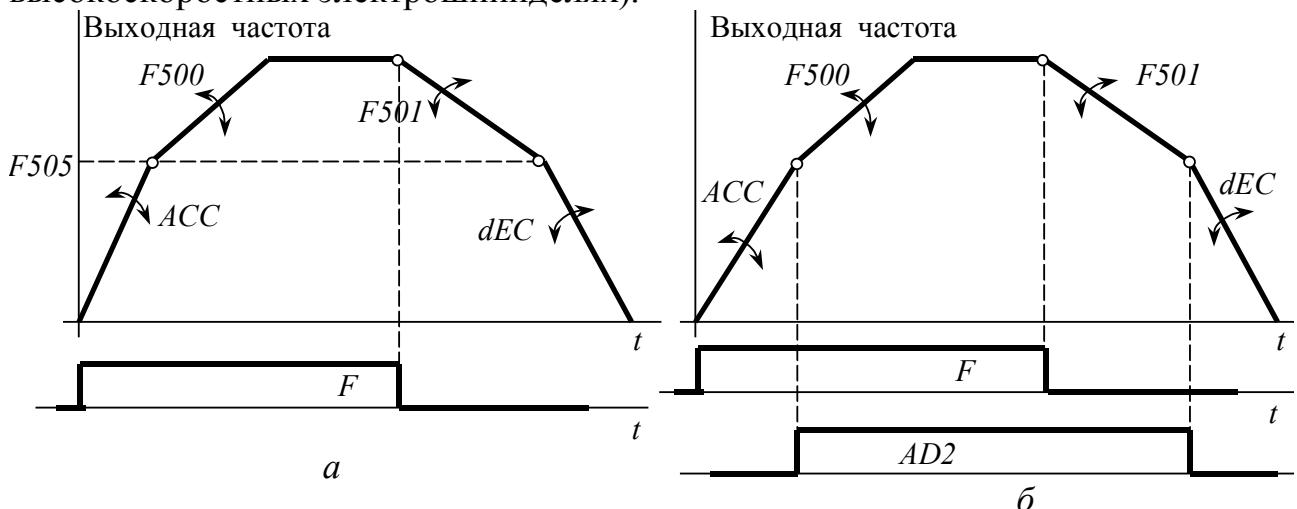

Рис. 5.5 Переключение темпов
- В функции текущей выходной частоты (порог переключения определяется параметром $F505$, см. рис. 5.5а).
- По сигналу на логическом входе, на который назначена функция *AD2* (*F111*, *F112* или *F113=5*, см. рис. 5.5б). Должно быть активизировано управление через логические входы (*CMod=0*).